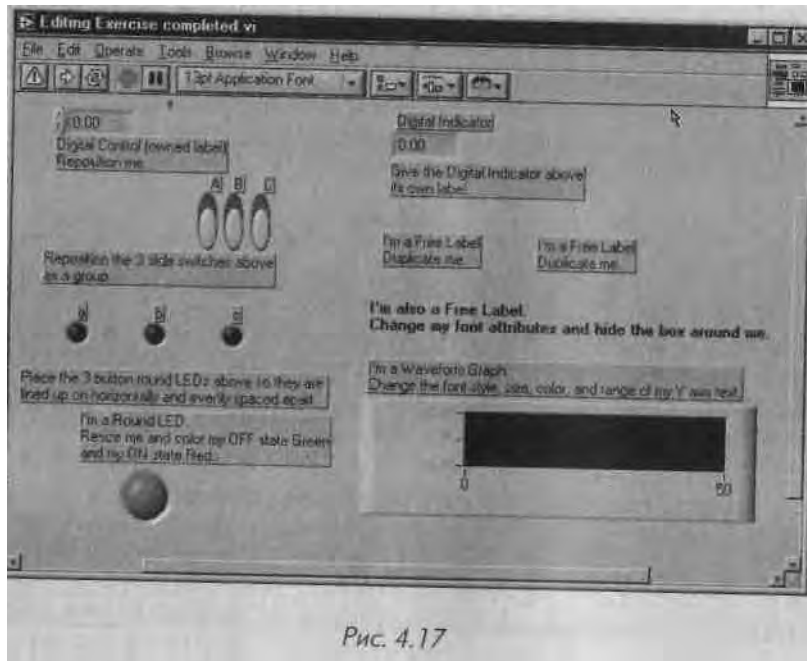

Рис. 4.17
12. Панель теперь будет выглядеть так, как изображено на рис. 4.17.